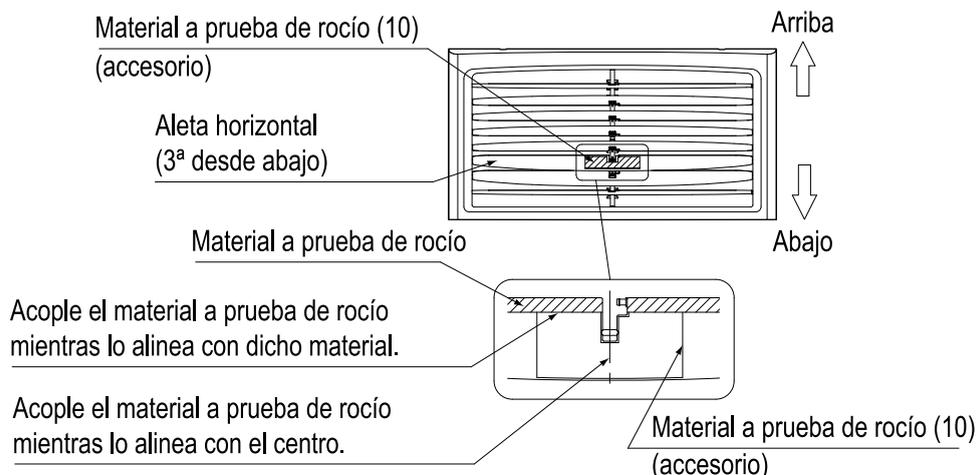

Fig. 8
- Para trabajar con más facilidad, coloque las 5 aletas horizontales superiores hacia arriba y las 3 aletas inferiores hacia abajo. A continuación, acople el material a prueba de rocío facilitado (10) en la tercera aleta horizontal desde la parte inferior, tal como se ilustra en la Fig. 8. Si el material no se acopla en el lugar adecuado, puede gotear agua condensada de rocío.